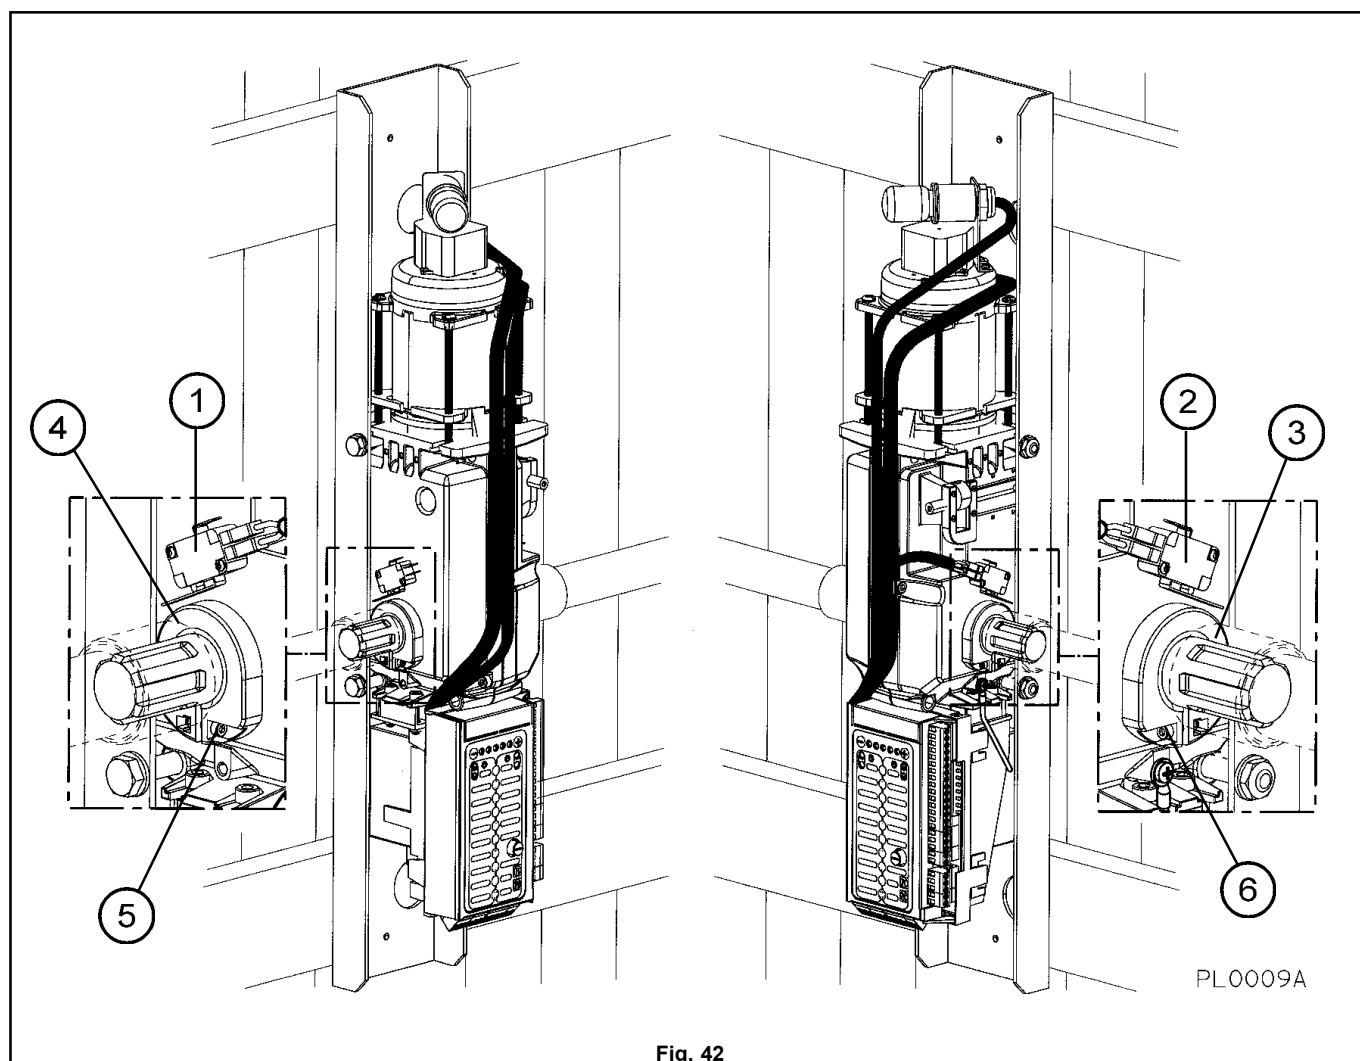

Fig. 42
**ATTENTION:** Le microinterrupteur de gauche (1 fig. 42) sert à la fin de course de fermeture, tandis que celui de droite (2 fig. 42) sert à la fin de course d'ouverture; avant d'activer l'unité de contrôle, il est nécessaire de régler correctement la came d'ouverture (3 fig. 42) et de fermeture (4 fig. 42).
- Désserrer la vis (5 fig. 42) de verrouillage de la came de fermeture (4 fig. 42) puis tourner jusqu'au déclenchement du microinterrupteur; visser ensuite la vis de fixation de la came.
- Ouvrir complètement la porte, désserrer la vis (6 fig. 42) de verrouillage de la came d'ouverture (3 fig. 42) puis tourner jusqu'au déclenchement du microinterrupteur; visser ensuite la vis de fixation de la came.